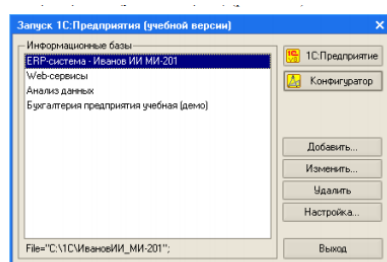

Рис. 3.2.1
**Задание 1.** Создание пустой информационной базы. Как правило, информационно базы в системе 1С создается на основе некоторого шаблона. При этом мы получаем готовую конфигурацию с требуемой функциональностью. Однако для выполнения этой и следующей лабораторной работ вам потребуется создать пустую информационную базу. Запустите программу 1С Предприятие 8.1 (учебная версия) / Конфигуратор. В окне Запуск 1С:Предприятие (учебная версия) (рис. 3.2.1) нажмите кнопку Добавить.